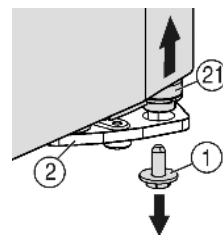
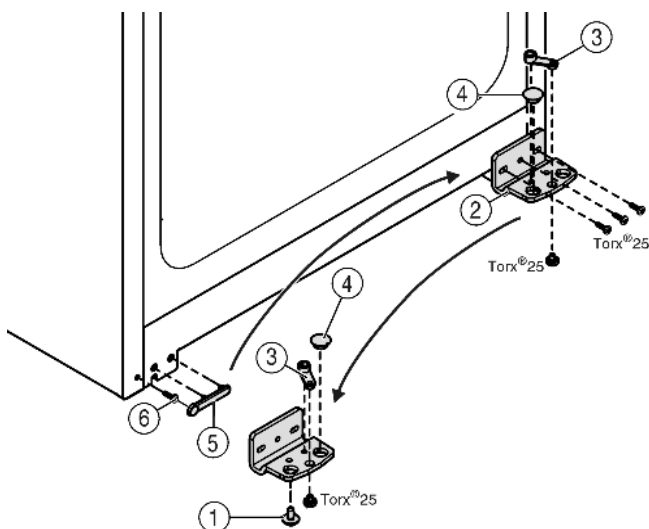

Fig. 5
Fig. 6
- ▶ Внизу справа на опорном кронштейне выкрутите фиксирующий винт Fig. 5 (1).
- ▶ Опорный палец Fig. 5 (21) можно извлечь из опорного кронштейна Fig. 6 (2).
- ▶ Если установочный винт Fig. 5 (21) не откручивается, его можно вынуть, нажав на него снизу.
- ▶ Открутите опорный кронштейн Fig. 6 (2).
- ▶ Открутите опорную деталь Fig. 6 (3) и, переставив в отверстие на противоположной стороне опорного кронштейна, снова прикрутите.
- ▶ Извлеките заглушку Fig. 6 (4) из опорного кронштейна и переставьте ее в отверстие на противоположной стороне опорного кронштейна.
- ▶ Осторожно снимите крышку со стороны ручки Fig. 6 (5).
- ▶ Выкрутите болт Fig. 6 (6) и вкрутите на противоположной стороне.
- ▶ Снова установите крышку Fig. 6 (5).
- ▶ Снова прикрутите опорный кронштейн Fig. 6 (2) на новой стороне шарнира (**с моментом 4 Нм**). При необходимости используйте аккумуляторный шуруповерт.
- ▶ Вкрутите фиксирующий винт Fig. 5 (1) внизу в опорный палец и затяните (**с моментом 4 Нм**).